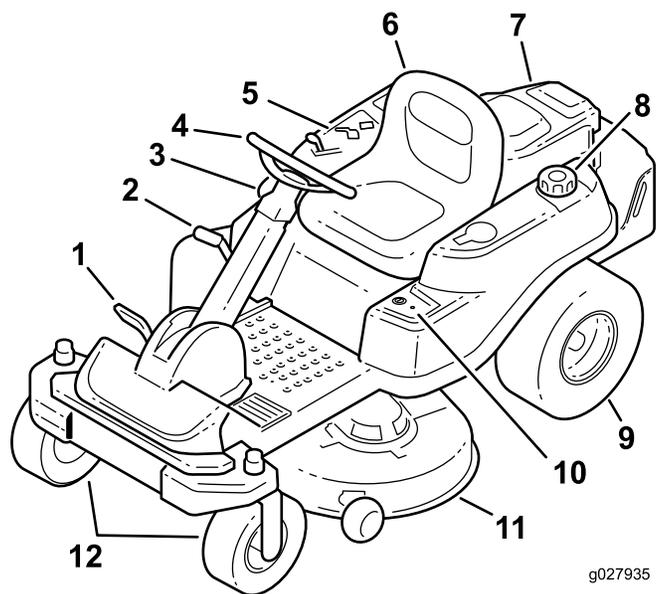
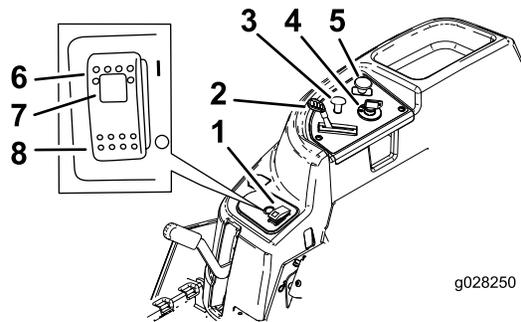

Figura 4
Figura 5
Familiarize-se primeiro com todos os comandos em Figura 4 e Figura 5 antes de ligar o motor e utilizar a máquina.
A ignição tem três posições: Off, Run e Start. A chave roda para Start e volta para Run ao soltar. Rodando a chave para a posição DESLIGAR para o motor; no entanto, retire sempre a chave ao sair da máquina para evitar que alguém acidentalmente ligue o motor (Figura 5).
Utilize a alavanca do ar para arrancar o motor a frio. Puxe a alavanca do estrangulador de ar para o ativar. Empurre a alavanca do estrangulador de ar para baixo para o desativar (Figura 5).
A alavanca do regulador varia entre FAST e SLOW. Mover a alavanca do regulador para a frente aumenta a velocidade do motor e mover a alavanca do regulador para trás diminui a velocidade do motor (Figura 5).
O interruptor de controlo da lâmina (PTO) engata e desengata potência para as lâminas do cortador (Figura 5).
- Pressione o interruptor SmartPark™ para a posição LIGAR (Figura 5).